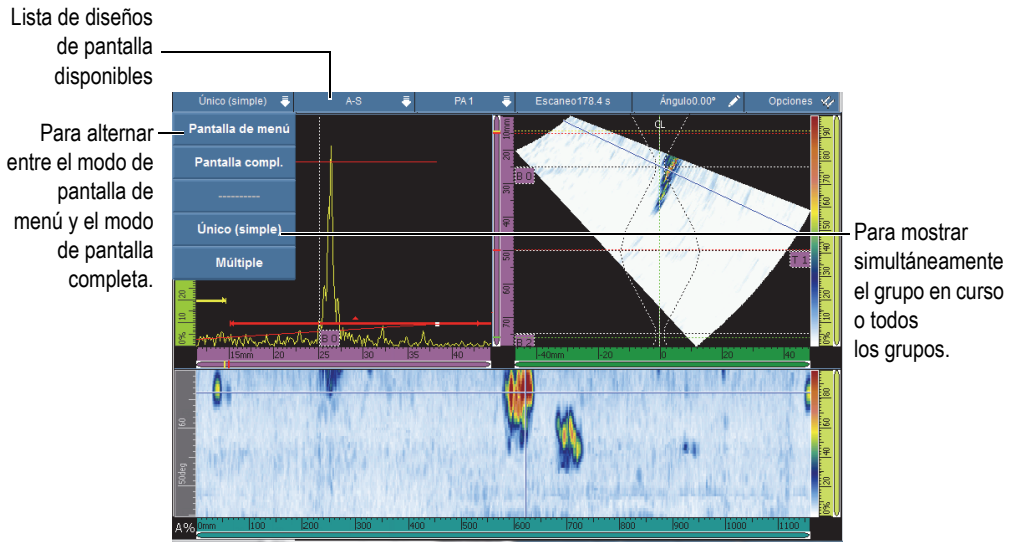

Figura 2-2 Menús contextuales en la zona de título
Es posible utilizar los menús contextuales de la zona de título (véase la Figura 2-2 en la página 39) de la siguiente manera:
1. Pulse la sección Modo en la zona de título (véase la Figura 2-2 en la página 39 en la parte izquierda superior).
1. Pulse la sección Grupo en la zona de título (véase la Figura 2-2 en la página 39). A continuación, aparecerán los grupos disponibles.
1. Pulse la sección **Escaneo** en la zona de título (véase la Figura 2-2 en la página 39).
1. Pulse la sección **Índice** en la zona de título (véase la Figura 2-2 en la página 39).
1. Pulse la sección **Ángulo/VPA** en la zona de título (véase la Figura 2-2 en la página 39).
1. Pulse la sección **Opciones** en la zona de título (véase la Figura 2-2 en la página 39).